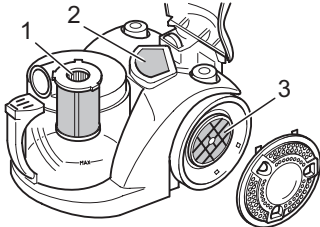

Abb. 18
- **Lamellen-Zentralfilter (Abb. 18/1)**
- **Motorschutzfilter (Abb. 18/2)**
- **Hygiene-Ausblasfilter (Abb. 18/3)**